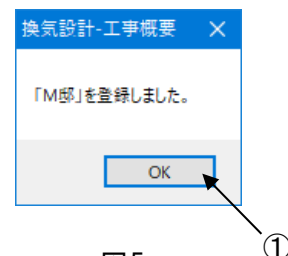

図5
- (2) 「“〇〇△△”を登録します。」と表示されます。
[OK] ボタン(図 5-①)をクリックします。